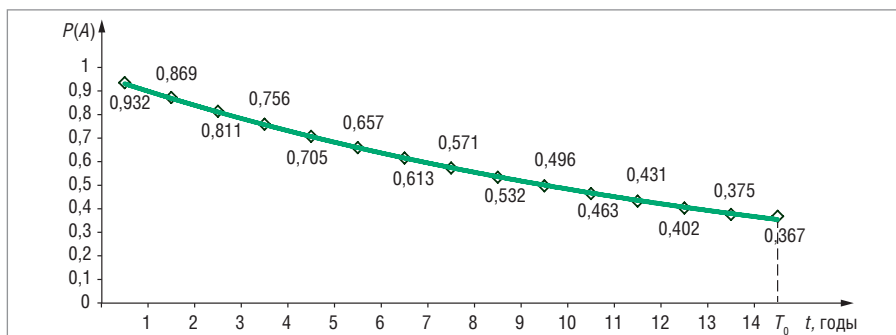

Рис. 1. Изменение вероятности безотказной работы устройства при $T_0 = 125\,000$ ч
Для построения графика изменения вероятности безотказной работы во времени (рис. 1) в формуле (2) использовано полученное экспериментальным путём значение наработки на отказ $T_0 = 125\,000$ часов. Вероятность отказа уменьшится до значения 0,367 при равенстве фактически отработанного изделием времени значению наработки на отказ. При фактической наработке больше $3T_0$ вероятность безотказной работы $P(A) < 0,05$.